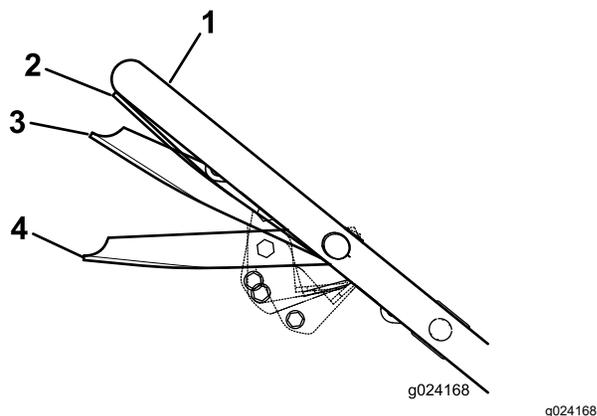

Figure 17
- Serrez la barre de commande contre le guidon en position Marche/Déplacement (Figure 17).
Important: Ne changez pas de vitesse lorsque vous serrez la barre de commande contre le guidon en position Marche/Déplacement au risque d'endommager la transmission. Placez la barre de commande en position Marche/Change (Figure 17) pour changer de vitesse de déplacement.